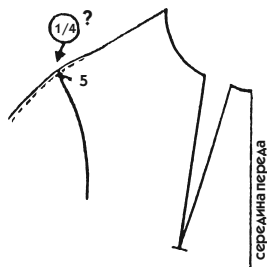

Рис. 688
- Приподнимите засечку 5 на 25 мм. Через эту точку проведите плавную линию плечевого среза, как показано на рис. 688 (на лекале это выполнять необязательно).